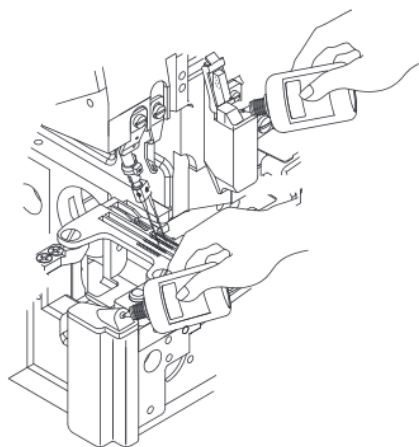

Fig. 16 / Fig. 16
3.Смазка для охлаждения иглы: силиконовая смазка. (Рис. 16)